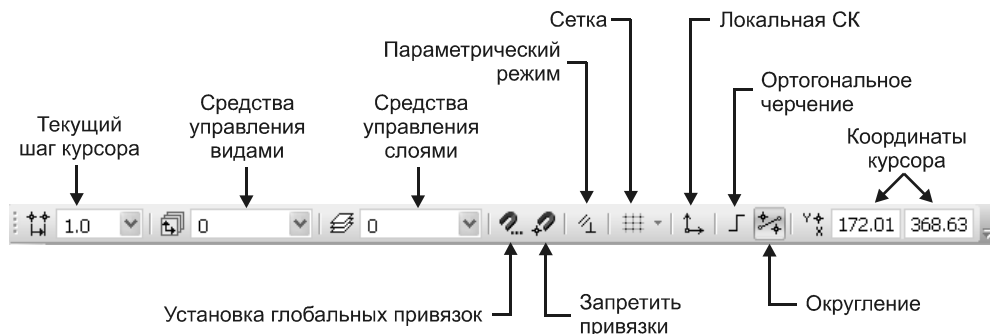

Рис. 1.12. Панель текущего состояния в режиме создания чертежа
- ♦ **Панель текущего состояния** находится под **Стандартной** панелью и панелью **Вид** или справа от них. В этой строке отображаются основные параметры текущего документа (рис. 1.12):